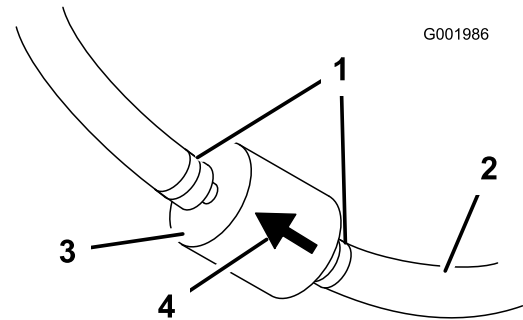

図 54
5. 古いフィルタのクランプをゆるめて脇に寄せる(図 54)。